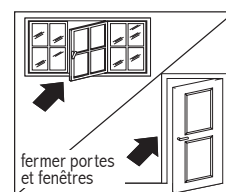

Fig. 11.
- Fermez les portes et les fenêtres de la pièce à climatiser (fig. 11). Lors de l'installation semi-permanente du conditionneur d'air, la porte doit être laissée légèrement entrouverte (aussi peu que 1 cm) pour assurer une ventilation appropriée.